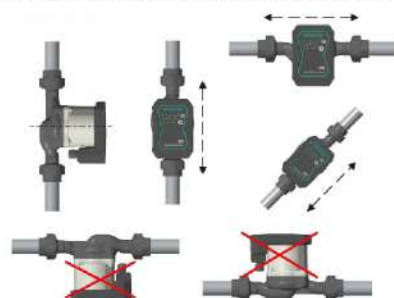

Рис. 2
2. Во время монтажа вал двигателя должен быть на горизонтальном положении (см. рис. 2);